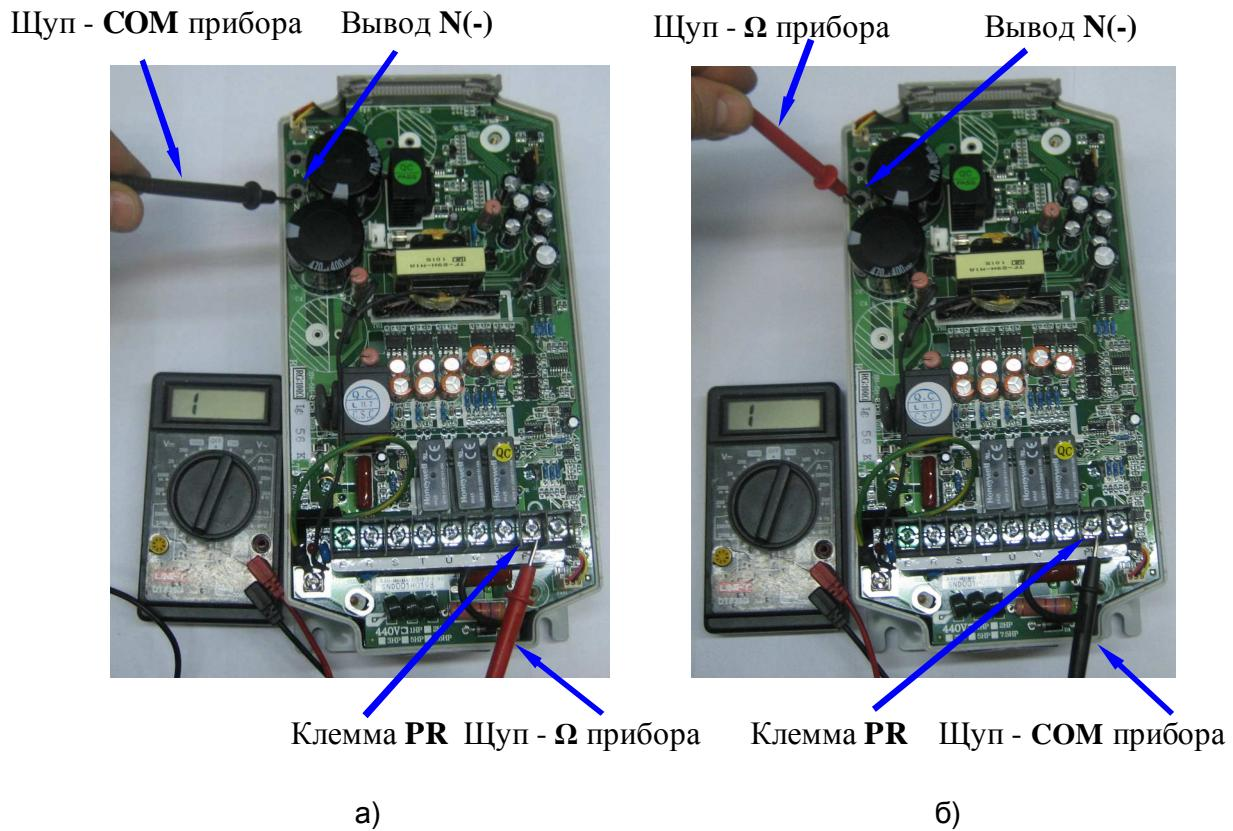

Рис. 4.9. Проверка тормозного ключа матрицы IGBT.
4.6.9. Проверить цепь **N(-)-PR** – тормозной ключ матрицы IGBT в соответствии с рис. 4.9. При любой полярности подключения измерительного прибора (рис. 4.9а, 4.9б) цепь должна «звониться» как «Обрыв в цепи».